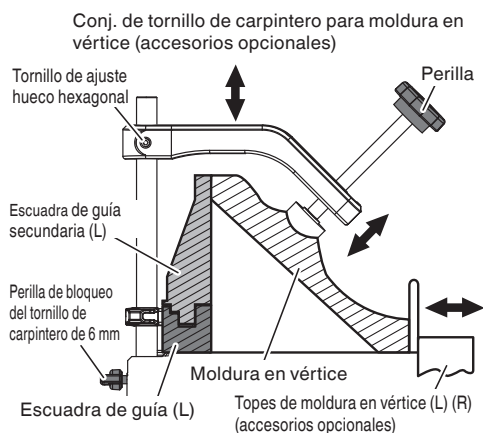

Fig. 33-b
- (2) Posicione la moldura en vértice con su BORDE EN CONTACTO CON LA PARED contra la escuadra de guía secundaria y su BORDE DE CONTACTO CON EL TECHO contra los topes de moldura en vértice, tal como se observa en la Fig. 33-b.